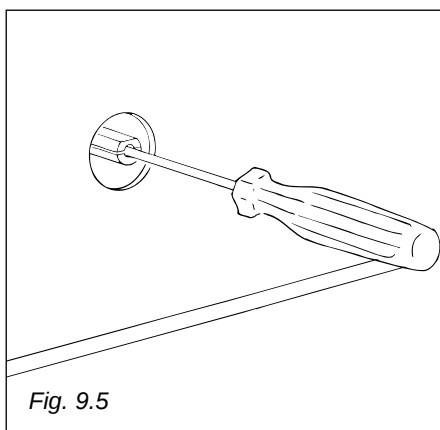

Fig. 9.5
- à l'aide d'un tournevis mince tourner la vis à l'intérieur de la tige jusqu'au moment où l'on obtient le réglage correct (Fig. 9.5).